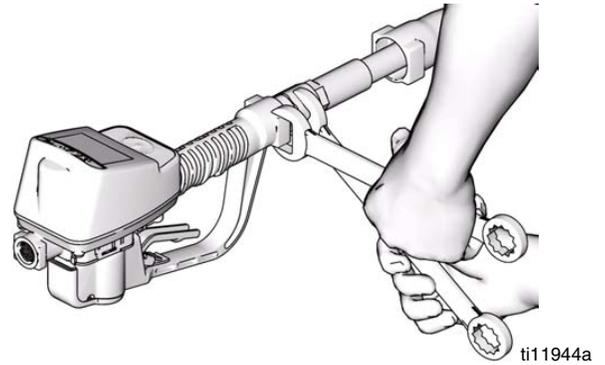

FIG. 5
4. Utilice dos llaves para ajustar de forma segura (FIG. 5). Ajuste con una fuerza de torsión de 20 a 30 libra-pies.